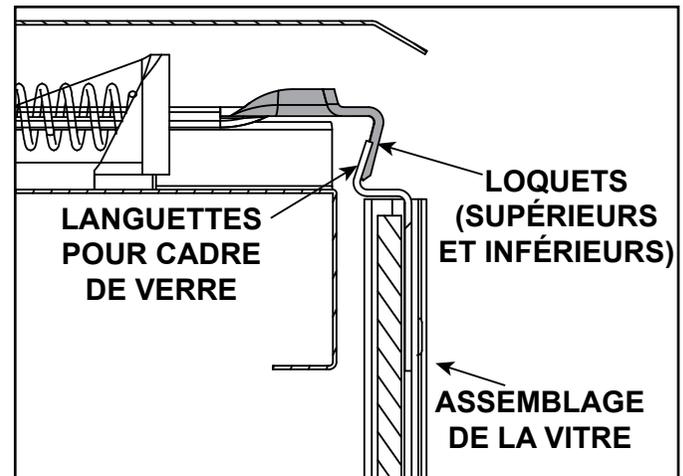

Figure 11.13 Panneau de verre fixe
- Sortez les quatre verrous du panneau de verre fixe hors des languettes du cadre. Enlevez l'assemblage de la vitre fixe de l'appareil. Voir la figure 11.13.